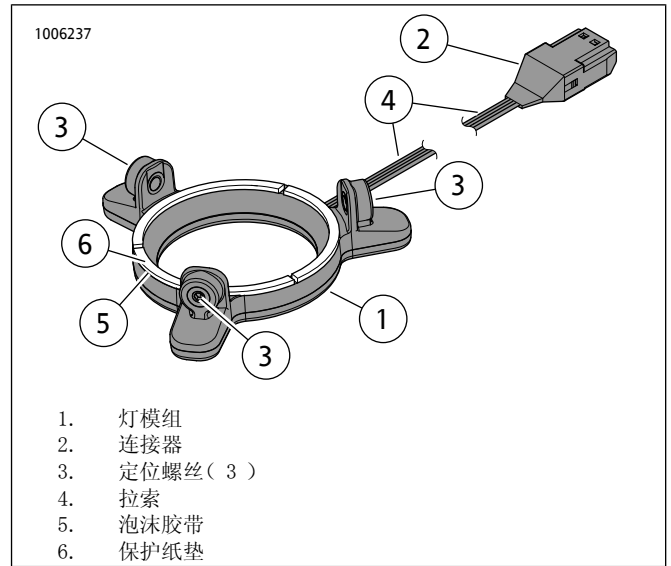

图25。圆形Stage II扬声器LED灯
7. 参见图25。从灯模组(1)背面的泡沫胶带(5)去掉保护纸垫(6)。